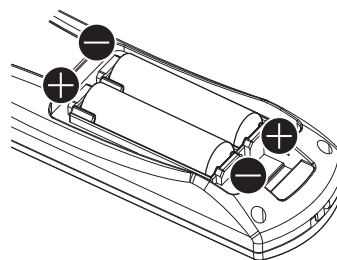

Fig. 2
- 2) Insérez les piles et fermez le couvercle (insérez d'abord le côté **⊖**). (Fig. 2)